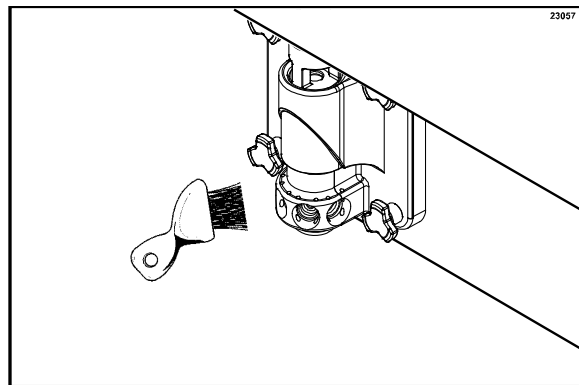

Figure 25
5. Brosser chaque orifice de sortie du sirop 10 à 15 fois avec la brosse d'orifices à sirop. Tremper la brosse dans la solution aseptisante avant le brossage de chacun des orifices (Cf. Figure 25).